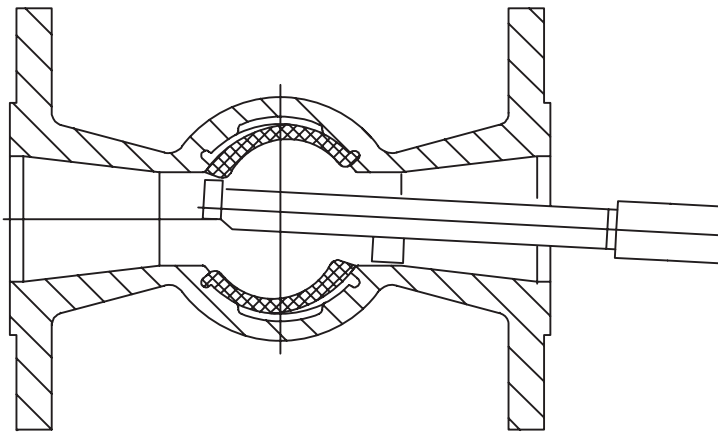

Fig. 5
5. Position du manchon (fig. 5)